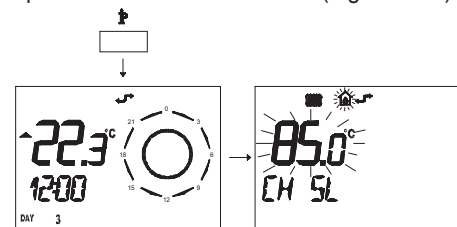

Figura 5.58
- Premere per più di 3 secondi il pulsante per entrare in modalità INFO (Figura 5.58).